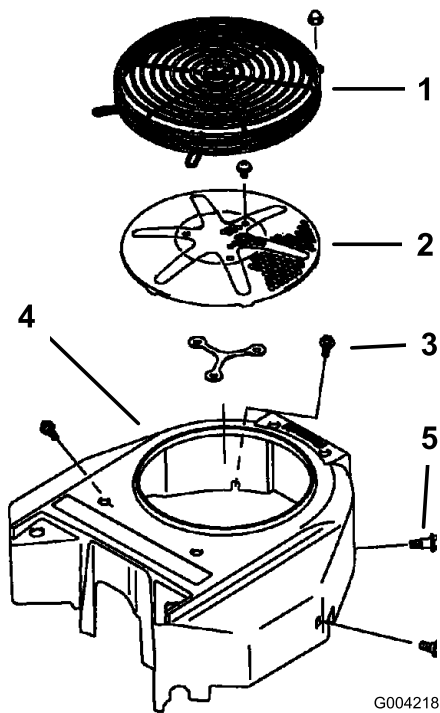

Figure 73
3. Retirez la grille d'entrée d'air, le lanceur et le boîtier du ventilateur (Figure 73).
5. Remettez la grille d'entrée d'air, le lanceur et le boîtier du ventilateur (Figure 73).